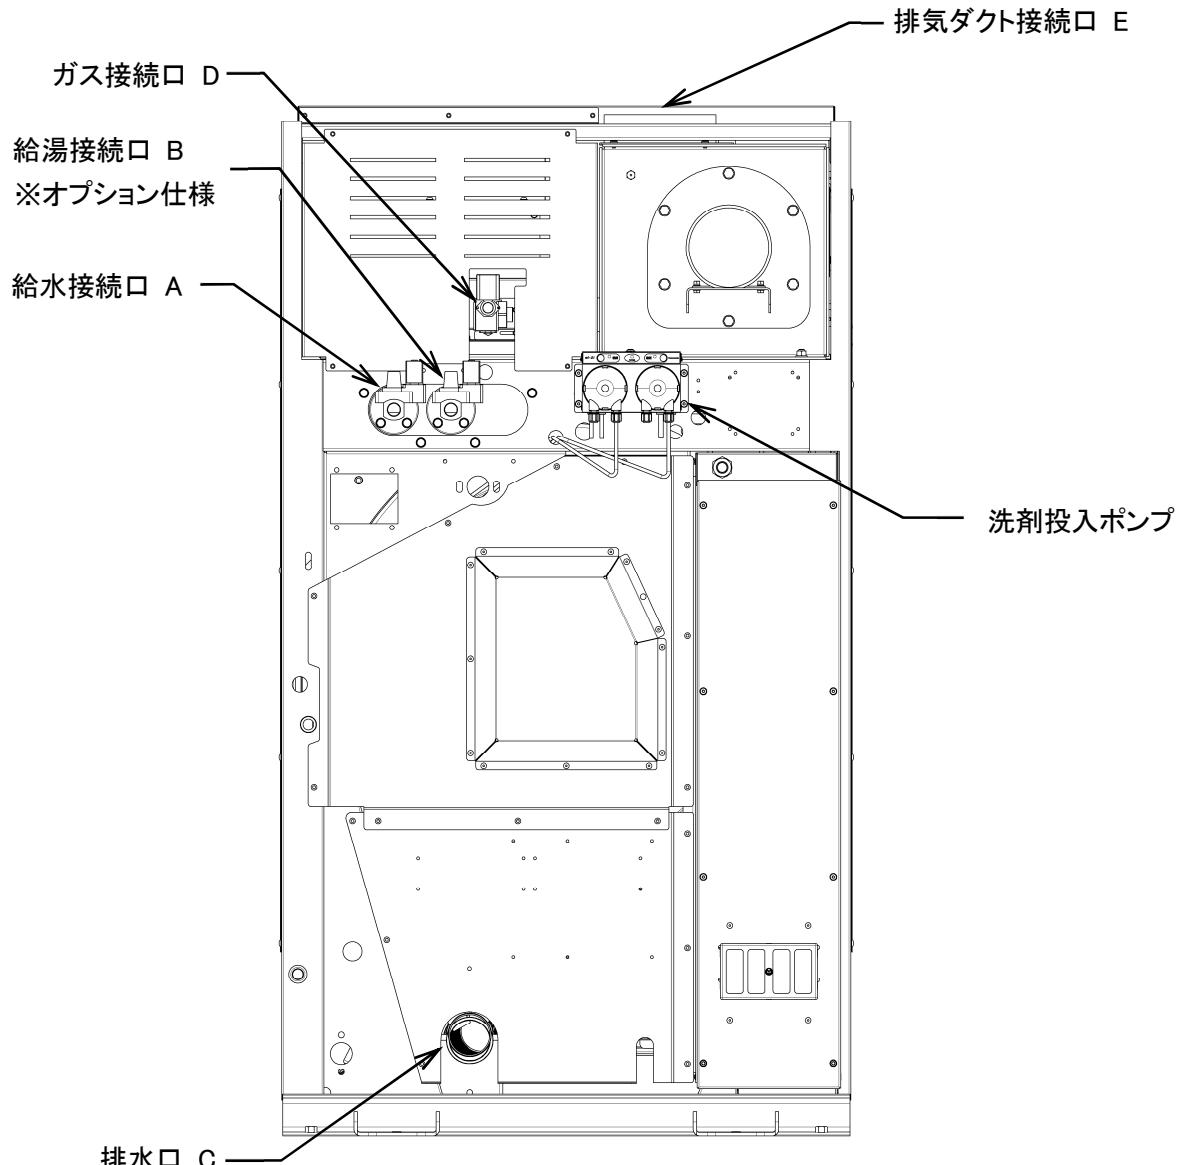

図 5-1
- ・給水接続口 A に配管を接続します。(図 5-1)
- ・給水接続口 B に配管を接続します。(図 5-1)
- ・ 排水口 C に配管を接続します。(図 5-1)
- ・ガス配管接続口 D に配管を接続します。(図 5-1)
- ・機械は洗剤・助剤投入ポンプを標準装備しています。(図 5-1)
- ・排気ダクト接続口 E にダクトを接続します。機械の排気ダクト径は、外形は  $\phi 198\text{mm}$  です。(図 5-1)